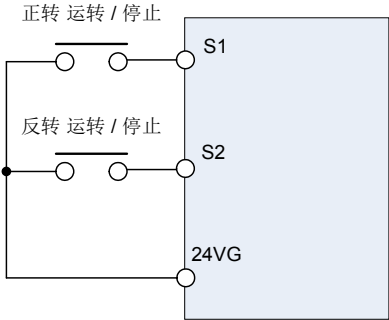

图 4.3.1 2 线式配线范例
- (2) 00-03=1：通过设定 00-03=1，使用控制电路端子来执行变频器运转。
- (3) 需搭配多功能数字输入功能 (12：主副运转切换功能)
- 2 线式控制如图 4.3.1 所示，若 S1 及 S2 同时为开启，时间超过 500 毫秒，会显示警告 " EF9 (闪烁) FWD-REV error " 且变频器会停止。当该状况解除后，变频器会回复正常操作。